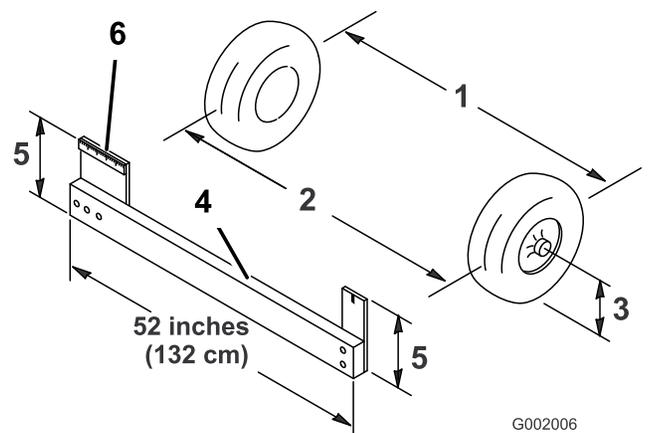

Рисунок 50
- Измерьте расстояние между обеими передними шинами на уровне моста, с передней и задней стороны передних шин (Рисунок 50).
выравнивания для точного измерения передней части передних колес на высоте моста (Рисунок 50).